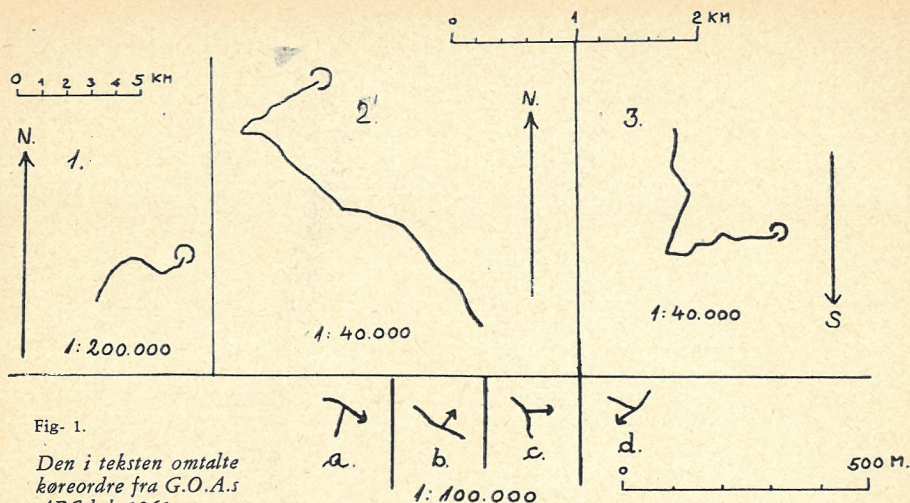

Fig. 1.
Den egentlige servostyring består af en styreventil, som er bygget sammen med den hydrauliske cylinder (se fig. 1). Denne kombination af styreventil og servocylinder bliver i stedet for styrestangen „hægtet på“ droparmens (1) kugleled, og i den anden ende bliver servocylinderen sat fast i forbindelse med chassiet. Når føreren drejer rattet vil gennem droparmen, styreventilen (2) blive bevæget et lille stykke, hvorved „tryk-olien“ kan ledes gennem en af de to kanaler i stempelstangen (6) og (7), afhængig af til hvilken side rattet drejes. Vi får derfor tryk på den ene eller anden side af servostemplet (10), og dette bliver derved (sammen med stempelstang og ventilhus (3)) bevæget svarende til ventilens forskydningsretning, så den fra droparmen og ventilen indledte bevægel-
I fig. 1 er vist en kopi af specialetapen, der blev anvendt i Gladsaxe og Omegns